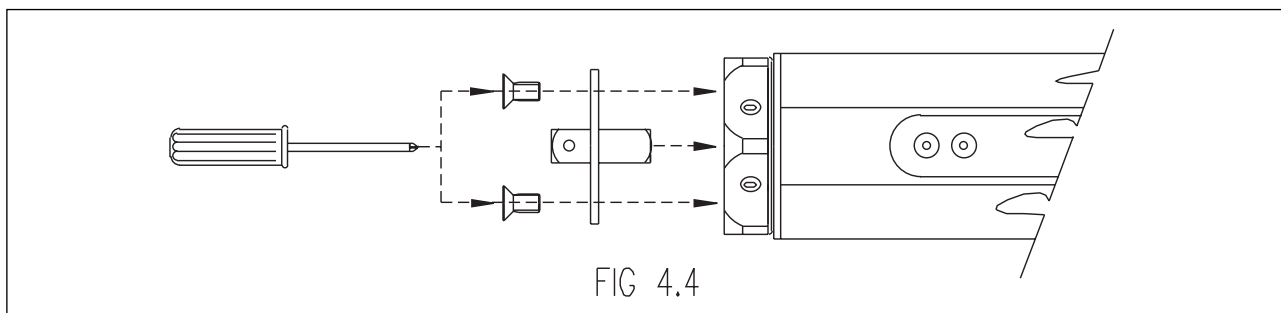

FIG 4.4
- Inserire ad una estremità del tubo mobile "C" il cappellotto (6) fornito in dotazione con l'ausilio di un mazzuolo, e fissare con le viti l'adattatore art. 3030 (4) nella testa del motore posto sul tubo "A", vedi fig. 4.4.
- Inserire ad una estremità del tubo mobile "C" il cappello (6) fornito in dotazione con l'ausilio di un mazzuolo, e fissare con le viti l'adattatore art. 3030 (4) nella testa del motore posto sul tubo "A", vedi fig. 4.4.
- Inserire ad una estremità del tubo fisso "B" il cappello (6) fornito in dotazione con l'ausilio di un mazzuolo, e fissare con le viti l'adattatore art. 3030 (4) nella testa del motore posto sul tubo "A", vedi fig. 4.4.